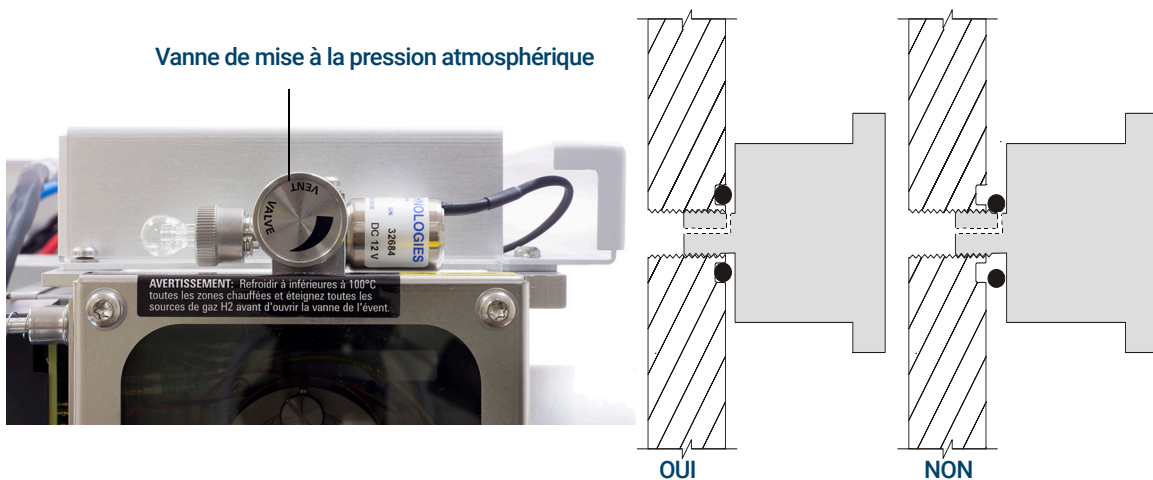

Figure 42. Vanne de mise à la pression atmosphérique du MS
- 8 Tourner le bouton de la vanne de mise à la pression atmosphérique **uniquement** de 3/4 de tour ou jusqu'à ce que le sifflement de l'air qui pénètre dans la chambre de l'analyseur se fasse entendre. (Voir **Figure 42.**)